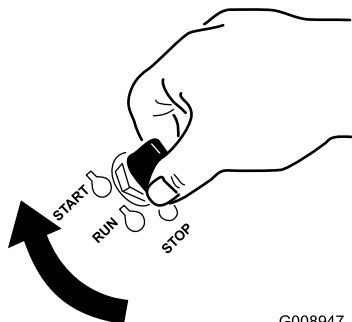

Bild 21
1. Drehen Sie den Zündschlüssel auf die START-Stellung (Bild 21).